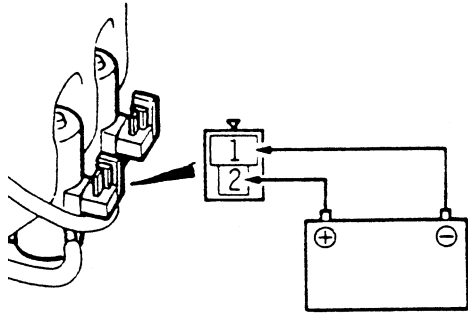

图 12-64 检查喷水器电机
(3)检查喷水器电机。雨刷电机喷水器电机装于雨刷水箱上并将水箱注满水。如图 12-64 所示，当电源接至（1）及（2）端子上时，检查水喷出的强度。